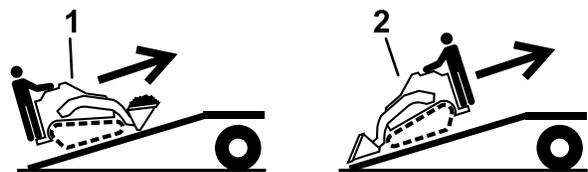

Figura 29
5. Cargue la máquina en el remolque por la rampa con el extremo más pesado hacia arriba, y la carga en la posición más baja posible (Figura 29).